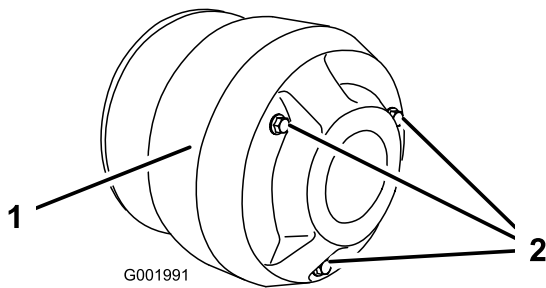

図 55
4. クラッチ・カバーのボルト (3本) を外してカバーを取る(図 55)。